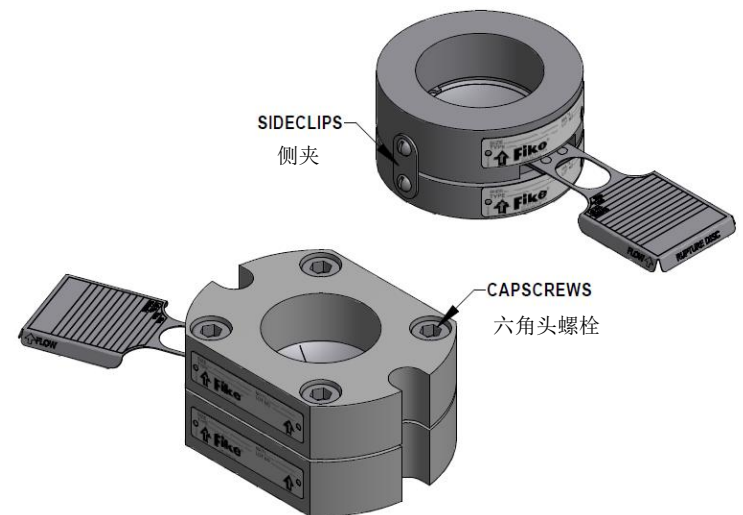

图 2 - 插入型夹持器 (上面的) 和预扭矩型夹持器
- 小心地将爆破片夹持器拆卸，取下侧夹或六角头螺栓并丢弃白色运输保护装置（见图 2）。